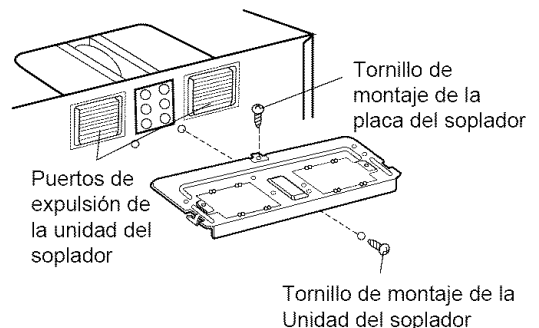

Figura 17
7. Reajuste la placa del soplador a la parte superior de la caja como estaba armado originalmente. Ajuste un tornillo de montaje de la unidad del soplador y luego un tornillo para la placa del soplador. Vea la **Figura 17**.
NOTA: Al utilizar la ventilación de pared, usted necesita un tornillo de montaje de la unidad del ventilador. Ver **Figura 17**.